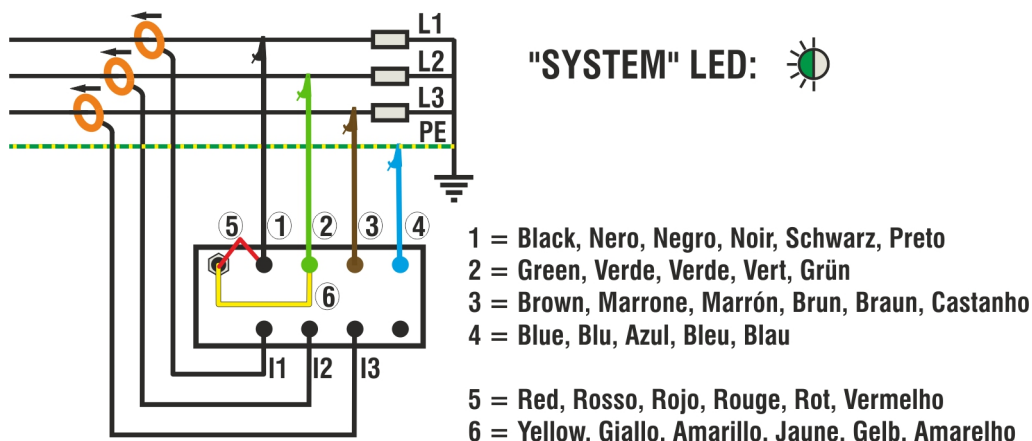

Fig. 3: Connexion de l'instrument dans un système triphasé 3 fils
- Connecter les bornes d'alimentation (rouge et jaune) en respectant les connexions indiquées dans la Fig. 3.
- Connecter les câbles des tensions de phase en respectant les connexions indiquées dans la Fig. 3. Brancher le câble bleu sur le conducteur de protection.
- Si l'on souhaite effectuer des détections de courant et puissance, connecter les pinces ampérométriques aux conducteurs de phase **en respectant la direction indiquée sur la pince** et les connexions de la Fig. 3.